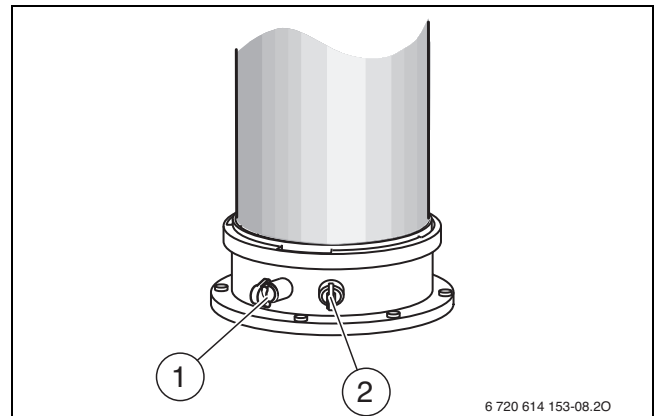

Fig. 70 Embout de mesure des fumées et de l'air de combustion
- ▶ Retirer le bouchon de la prise de mesure de l'air de combustion [2] (→ fig. 70).
- ▶ Retirer le bouchon de la buse de mesure des fumées [1] (→ fig. 70).